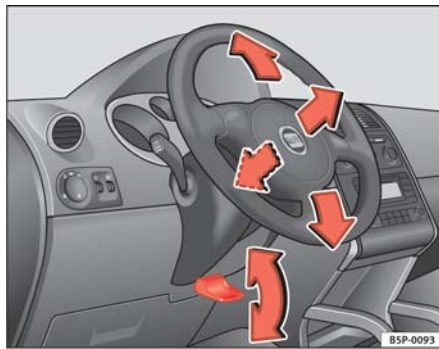

Fig. 118 Ajuste de la posición del volante
- Tire hacia abajo de la palanca ⇒ **fig. 118** situada debajo de la columna de dirección ⇒ .